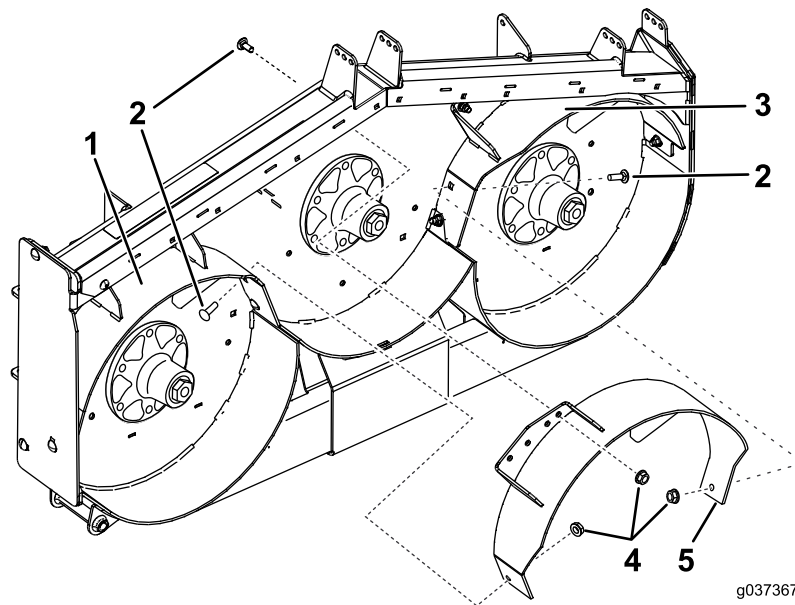
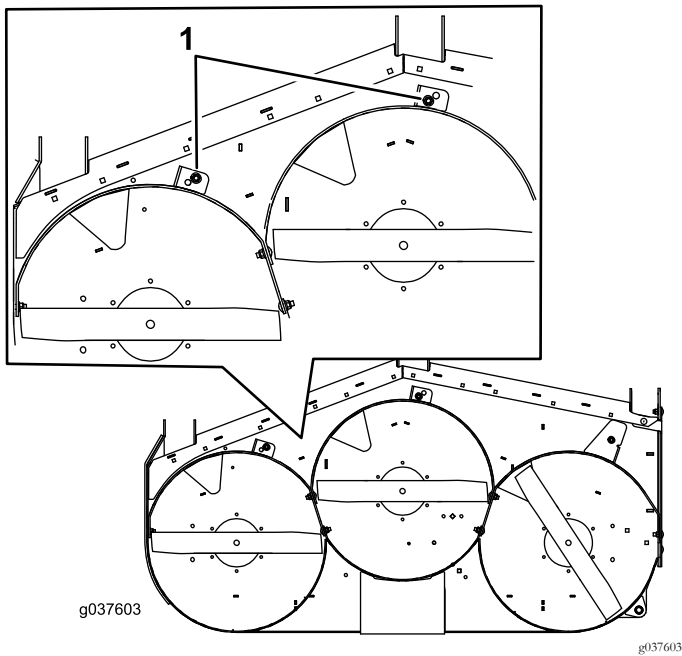
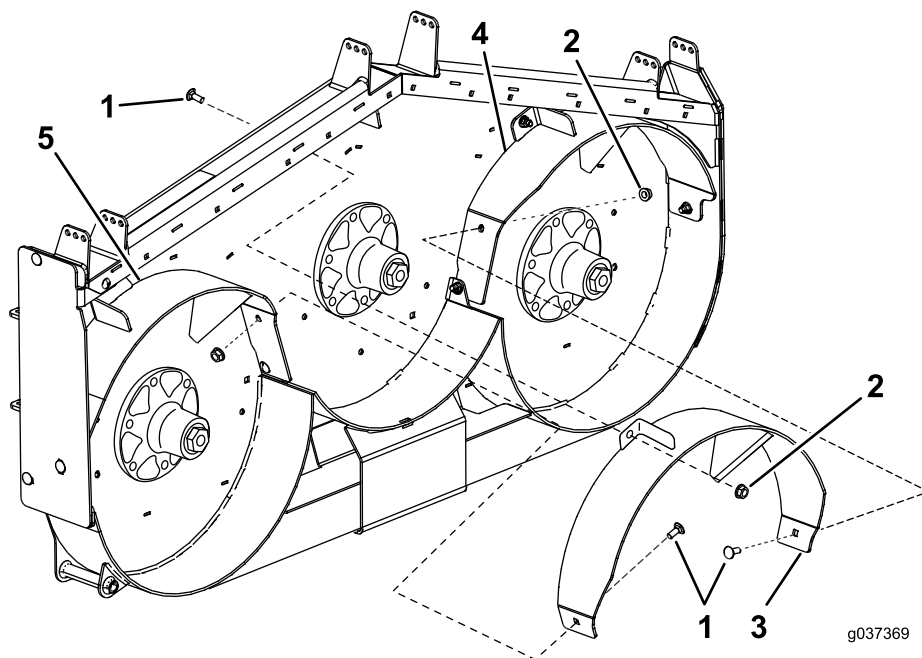

Bild 8
Bild 10
Bild 11
10. Befestigen Sie das mittlere Ablenkblech mit einer Schlossschraube (3/8" x 1") und einer Bundmutter (3/8") lose am linken Ablenkblech, wie in Bild 8 abgebildet. Ermitteln Sie die richtigen Löcher mit Bild 6 und Bild 7.
(3/8") lose am rechten Ablenkblech, wie in Bild 8 abgebildet.
12. Befestigen Sie das mittlere Ablenkblech mit einer Schraube (3/8" x 1") und einer Bundmutter (3/8") lose an der Oberseite des Mähwerks, wie in Bild 8 abgebildet. Ermitteln Sie die richtigen Löcher mit Bild 6 und Bild 7.
3. Befestigen Sie das rechte Ablenkblech mit einer Schlossschraube ($\frac{3}{8}$ " x 1") und einer Bundmutter ($\frac{3}{8}$ ") lose an der Oberseite des Mähwerks. Siehe Bild 9 und Bild 10.
11. Befestigen Sie das mittlere Ablenkblech mit einer Schlossschraube ($\frac{3}{8}$ " x 1") und einer Bundmutter ($\frac{3}{8}$ ") lose am rechten Ablenkblech, wie in Bild 11 abgebildet.
12. Befestigen Sie das mittlere Ablenkblech mit einer Schraube ($\frac{3}{8}$ " x 1") und einer Bundmutter ($\frac{3}{8}$ ") lose an der Oberseite des Mähwerks, wie in Bild 10 und Bild 11 abgebildet.
10. Befestigen Sie das mittlere Ablenkblech mit einer Schlossschraube ($\frac{3}{8}$ " x 1") und einer Bundmutter ($\frac{3}{8}$ ") lose am linken Ablenkblech, wie in Bild 11 abgebildet.
1. Ziehen Sie alle Schrauben und Muttern für die Ablenkbleche an (Bild 4, Bild 5, Bild 8, Bild 9 und Bild 11).